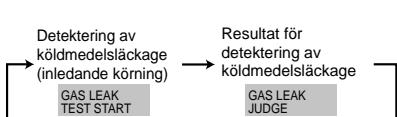

Fig. 8-2
- Tryck på ☰ CLOCK (⌚)-knappen och välj [GAS LEAK TEST START] (STARTA GASLÄCKAGETEST). (Fig. 8-2)